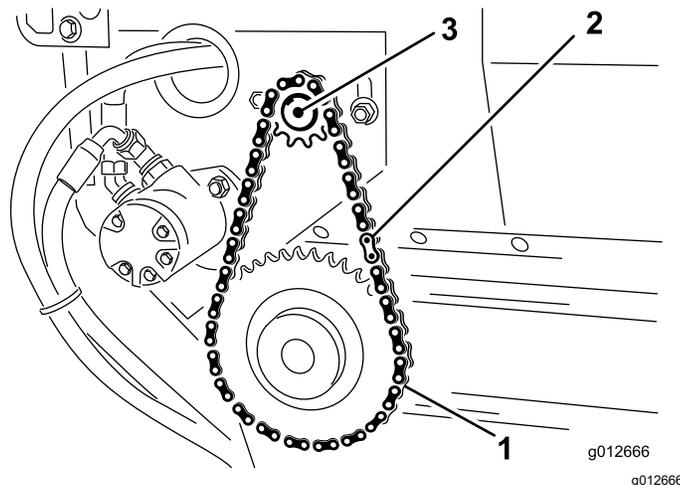

Figura 38
- 1. Monte a corrente na pequena roda motora e prenda a corrente com o elo principal (Figura 38).